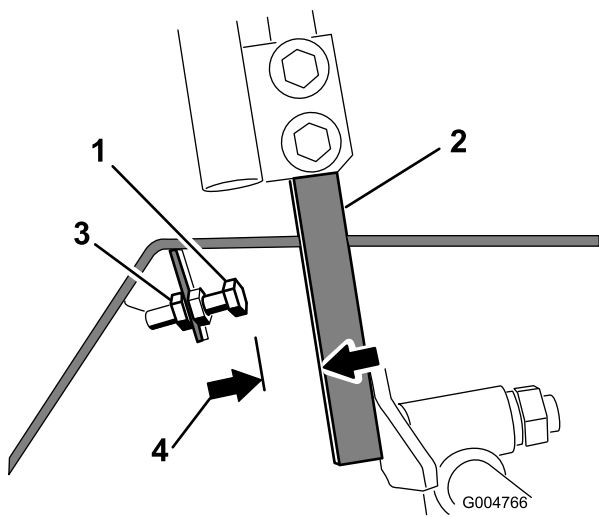

Figura 67
- Afloje la contratuerca del perno de tope de una de las palancas de control (Figura 67).